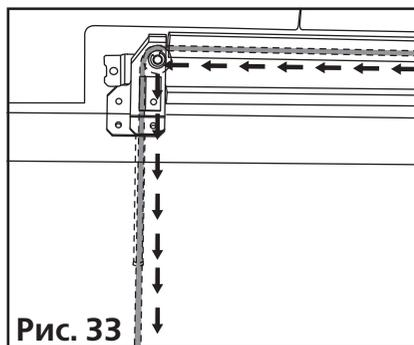

Рис. 33
2. Оденьте трос на задний ролик и через трубку пропустите его в нутрь, рис. 33.